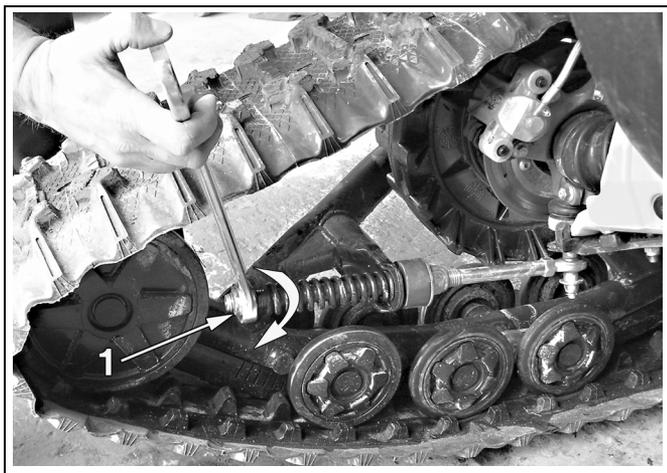

Figure 6
- Tourner l'écrou (1) jusqu'à ce qu'il vienne en contact avec le ressort. Comprimer ensuite le ressort en tournant cet écrou de 1,5 tour (voir la Figure 6).
- Desserrer l'écrou (1) comprimant le ressort du bras stabilisateur (voir la Figure 6).
- Régler l'écrou (2) afin de produire une distance de 10 mm (3/8 po) tel qu'indiqué.
- Tourner l'écrou (1) jusqu'à ce qu'il vienne en contact avec le ressort. Comprimer ensuite le ressort en tournant cet écrou de 1,5 tour.
- Tourner l'écrou (2) jusqu'à ce que l'amortisseur de caoutchouc soit en contact avec l'attache anti-pivot (3) et comprimer ensuite l'amortisseur de caoutchouc en tournant l'écrou (2) d'un tour.